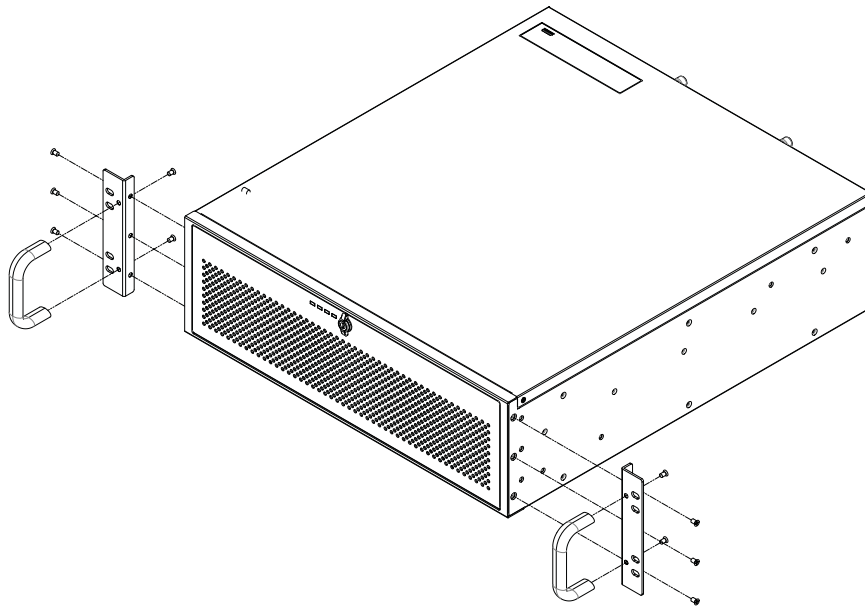

Figure 2.9 Attaching the Ears and Handles/ 安裝耳柄
1. To install the 3.5" internal HDD, simply release the screws on top of the disk drive bracket. (see Figure 2.9)
1. 安装 2.5" 内置 HDD 时，只需卸下磁盘驱动支架上的螺丝（如图 2.9 所示）。
1. 安装 3.5" 内置 HDD 时，只需卸下磁片驱动支架上的螺丝（如图 2.9 所示）。